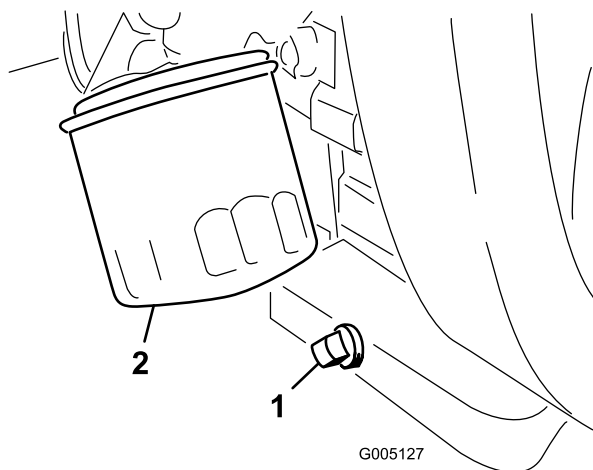

Figure 44
- Retirez le bouchon de vidange (Figure 44) et laissez couler l'huile dans un bac de vidange. Remettez le bouchon quand la vidange est terminée.
- Déposez le filtre à huile (Figure 44). Appliquez une fine couche d'huile sur le joint du filtre de rechange.